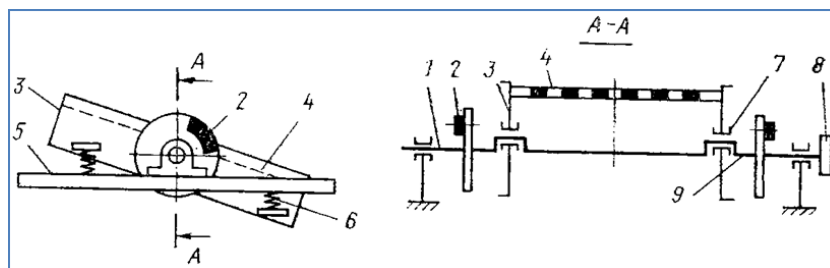

Рис.4
2. На схеме гидрационного рессорного грохота назвать обозначенные позиции (рис.4).